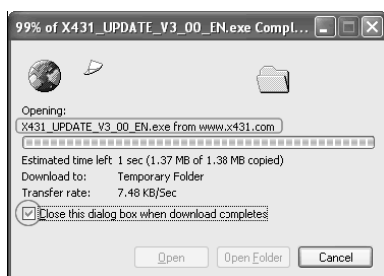

Рисунок 3-12
2. следующее окно укажит прогресс загрузки (см. рисунок 3-12)